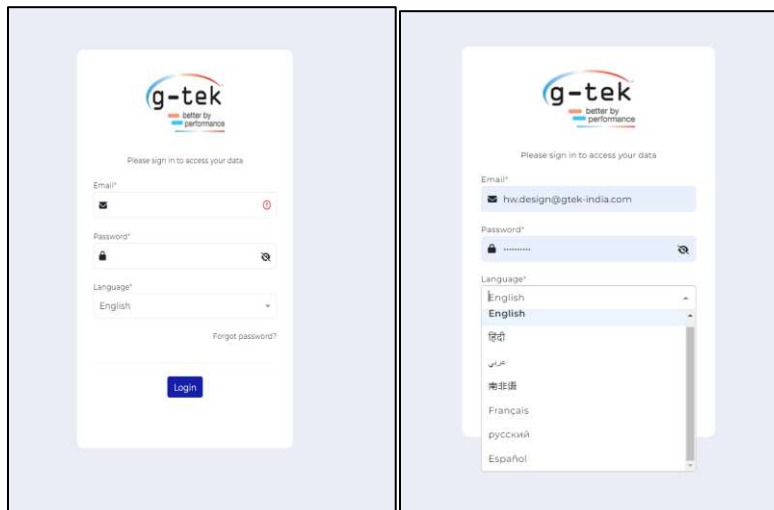

Figura 36 Página de inicio de sesión de la aplicación EMS Cloud Server
- Abra el servidor “EMS Cloud ” según el enlace y los detalles de credenciales de inicio de sesión compartidos por el fabricante como se muestra en la figura 36.